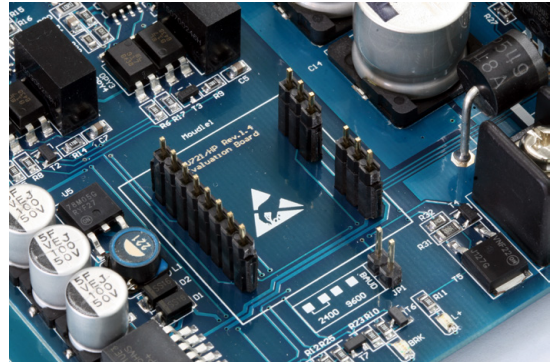

图2
- 1) 将插针放于EV721/HP的插座内。可使用2.54间距方针或2.54间距圆针。如 图2 所示。